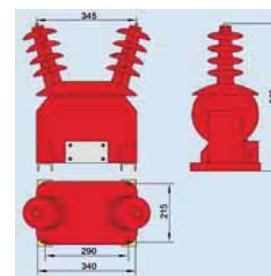

Рис. 6.1 Внешний вид и размеры трансформатора напряжения JDZXW-20
6. Внешний вид и размеры (см. рис. 6.1)